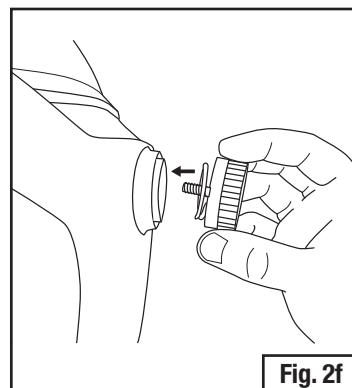

Fig. 2f
- Segure a vedação e o capacete no lugar e encaixe o escudo de soldagem sobre o suporte de girar. Fixe cada lado da máscara de solda rosqueando o botão com mola no suporte de girar em cada lado da proteção de soldagem (Fig. 2f).